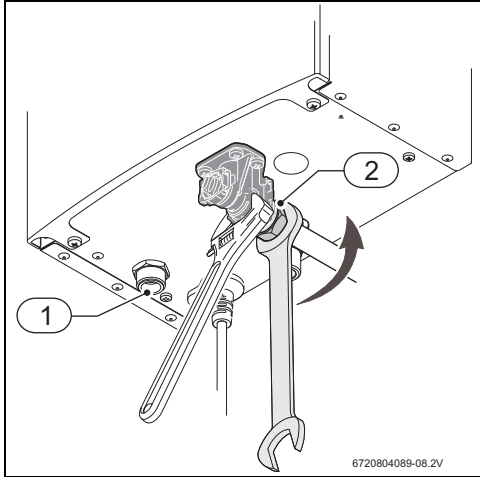

Fig. 13 Collegamento dell'acqua
- ▶ Durante il serraggio del raccordo AFS presso il gruppo acqua, utilizzare chiave e controchiave come mostrato nella Fig. 13.
- ▶ Effettuare i collegamenti di ingresso (Fig. 13, [2]) e di uscita (Fig. 13, [1]) dell'acqua utilizzando gli accessori di raccordo adatti.